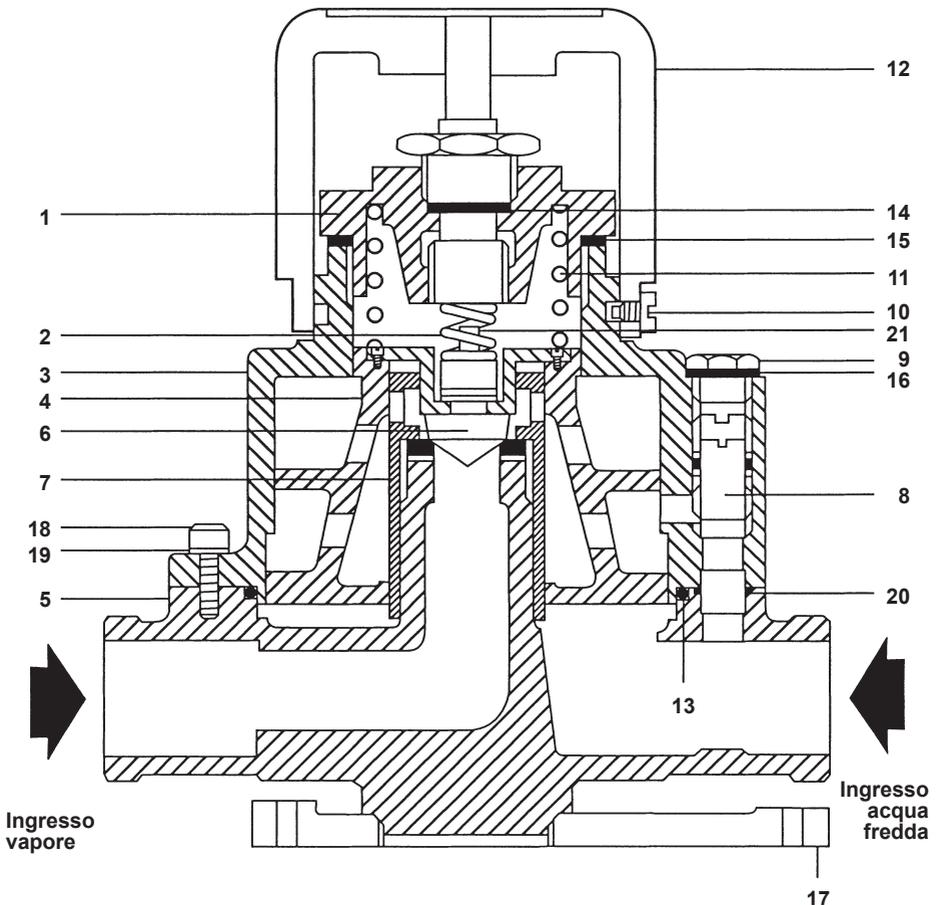

Fig. 14 - La figura rappresenta una valvola da 1"
Dopo una corretta installazione la temperatura deve essere regolata come segue (far riferimento alla Fig. 14 a pag. 20):
Facendo riferimento alla Fig. 14 a pag. 20, togliere la manopola (12) di regolazione della temperatura allentando la vite di fissaggio (10), svitare la testa superiore (1) e togliere la molla di carico fisso (11). Togliere il corpo superiore (3) estraendo le viti da 8 x 6 mm (sulle valvole di miscelazione da $\frac{1}{2}$ " e $\frac{3}{4}$ " o da 8 x 8 mm (sulle valvole di miscelazione da 1" e 1 $\frac{1}{2}$ "). I corpi superiori ed inferiori possono essere facilmente divisi. Tutte le parti dovranno essere pulite usando un disincrostatore adatto.